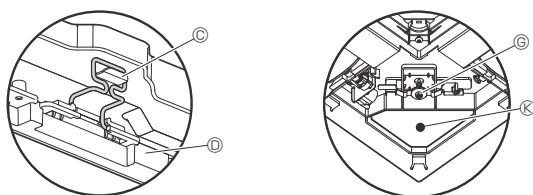

Fig. 9-7
- Dopo aver serrato la vite, accertarsi che i due ganci della griglia (Fig. 9-7) siano bloccati ai ganci dell'unità principale.